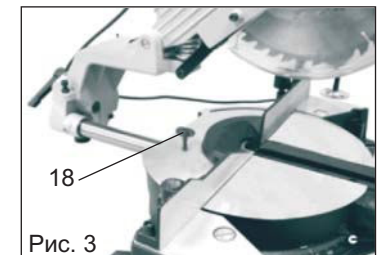

Рис. 3
10.6 Ослабив винт фиксации горизонтального перемещения пилы (18) (Рис. 3), переведите пилу в заднее положение. Для регулировки положения 90° ослабьте стопорную гайку болта (25) (Рис. 6) и используя угольник (Рис.8), установите угол 90° вращением болта (25), совмещая указатель шкалы (26), с делением 0° на шкале угла наклона (27), зафиксируйте стопорную гайку болта